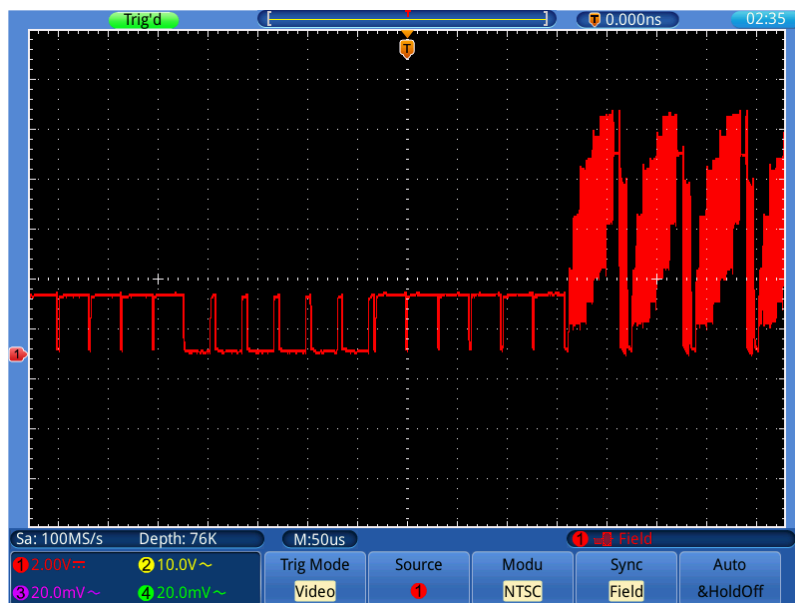

Bild 0-7 Video Field Trigger Signal
3. Wählen Sie **Quelle** im unteren Menü und dann ① für Kanal1.
6. Betätigen Sie die Einstellknöpfe **VOLTS/DIV**, **VERTICAL POSITION** und **SEC/DIV**, um die Wellenform entsprechend anzuzeigen (Bild 0-7).